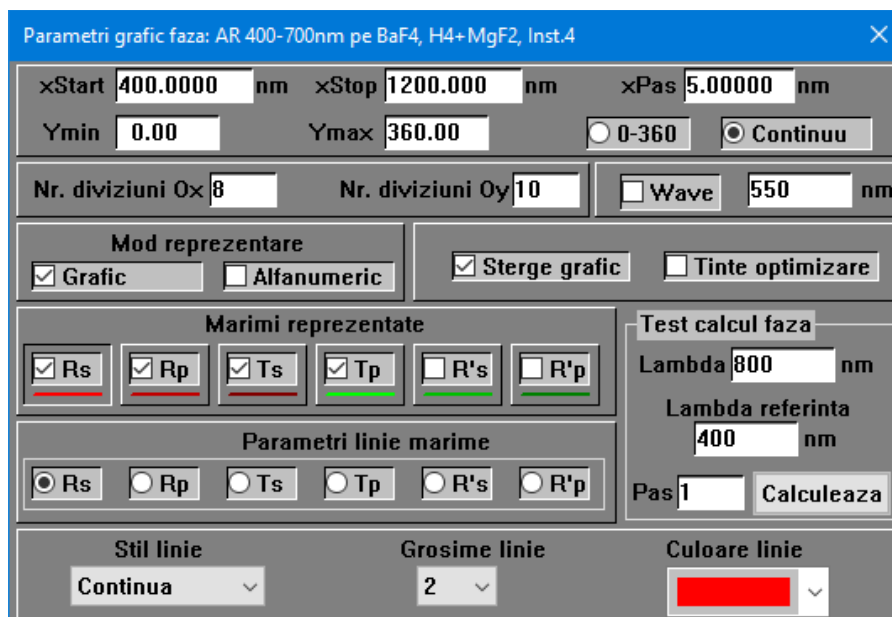

Fig. 4.10 Fereastra pentru editare parametri grafic camp
- **Wave** – In programele de calcul optic se foloseste drumul optic parcurs de raza si nu faza frontului de unda. De aceea saltul de faza trebuie convertit in “salt” de drum optic. Saltul de drum optic trebuie de asemeni raportat la o lungime de unda specifica sistemului optic unde este folosita acoperirea optica ptr. a evidentia impactul acoperirii optice asupra performantelor sistemului optic. Lungimea de unda de referinta ptr. **Wave** se editeaza in dreapta acestui camp. Cand este selectat graficul are forma din Fig. 4.10_2